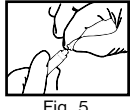

Fig. 5
3. Opbevaring af doseringssystemet: Tag den brugte doseringsspids af (Fig. 5) og kast den bort. Skru den gennemsigtige opbevaringshætte på (Fig. 6). **Hvis doseringssprøjten opbevares med en brugt doseringsspids på eller uden opbevaringshætten, vil der være mulighed for udtørring af ætsgelen og deraf følgende tilstopning af systemet.** Opbevaringshætten tages af, og en ny doseringsspids sættes på, næste gang systemet skal bruges.